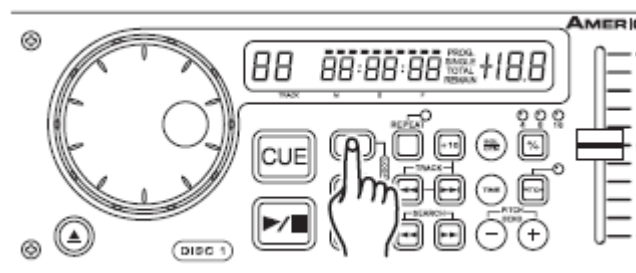

Figure 17
2) Appuyez sur le bouton *IN* (4). Cela définira le point de départ de la BOUCLE PARFAITE. (figure 17). Le voyant du bouton *IN* va briller.